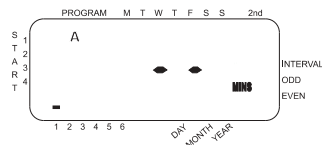

Ilustración 5: Pantalla LCD con hora de inicio
- Haga girar el dial a la posición Duración de estación ya sea en el program A o en el B. La pantalla mostrará el programa que usted haya seleccionado con una "A" o una "B" y los - - MINS y el cursor intermitente en la estación "1" [Vea la ilustración 5].